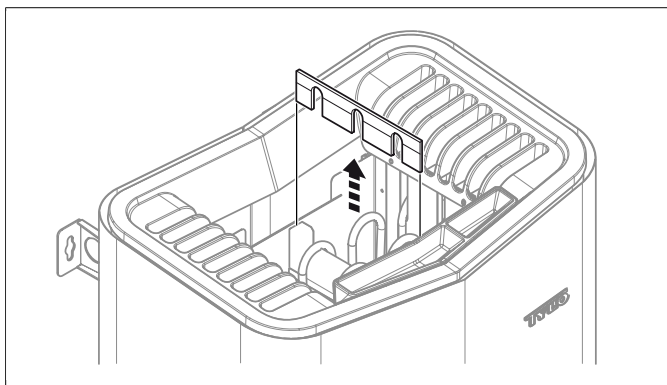

Рисунок 10: Снимите пластину, которая удерживает на месте нагревательный элемент
1. Открутите пластину, которая удерживает нагревательный элемент (см. **Рисунок 10**, страница 5).